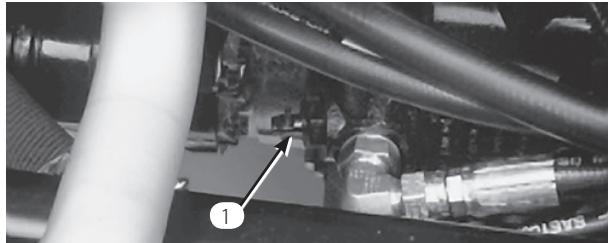

図 26
1. 油圧ポンプについているバイパスバルブ（図26）を 90° 回転させる。